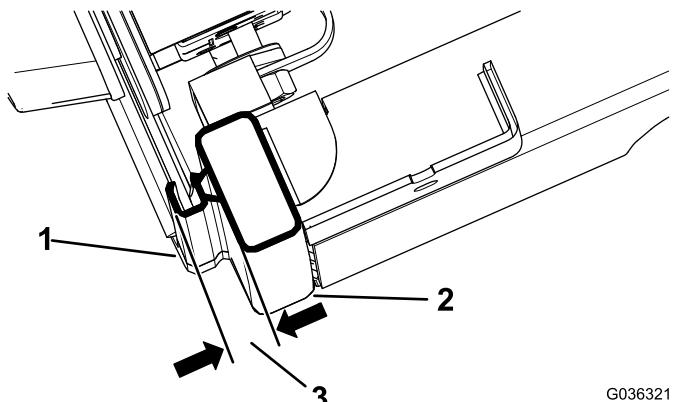

Figura 11
- Feche a porta completamente e meça a altura entre o vedante hermético e a superfície do vedante na travessa da cabina e certifique-se de que a medição é de 1,9 a 2,2 cm, como se mostra na Figura 11.
- Aperte a porca de bloqueio assim que o pino do trinco chegar a 1,9 a 2,2 cm, como se mostra na Figura 11.